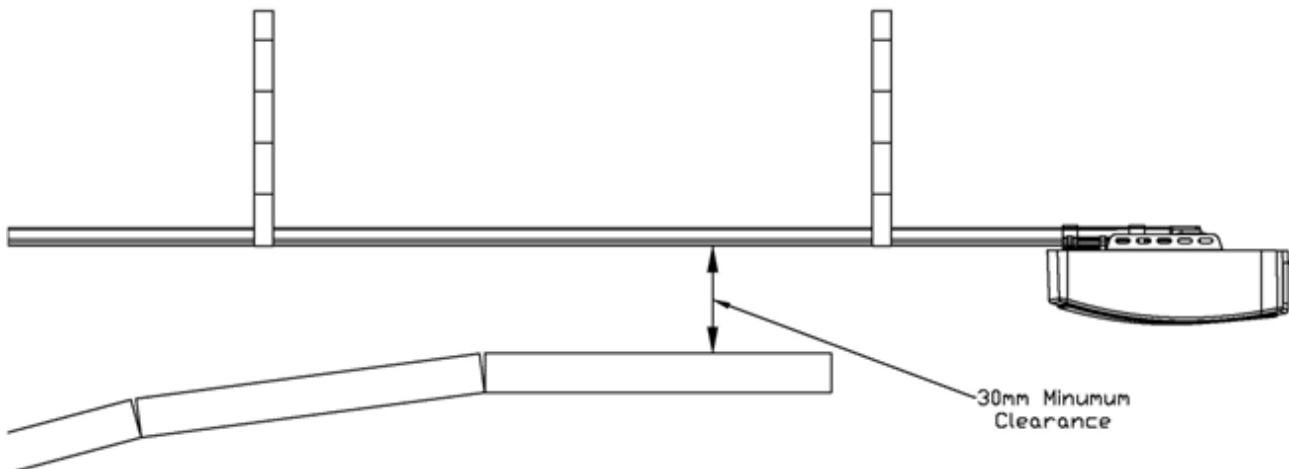

Abbildung 1
5. Es muss ein minimaler Freiraum von 10 mm zwischen der Unterseite der Motorschiene und der Oberseite des Garagentores vorhanden sein an der Stelle, an der diese einander am nächsten kommen (siehe Abbildung 1).